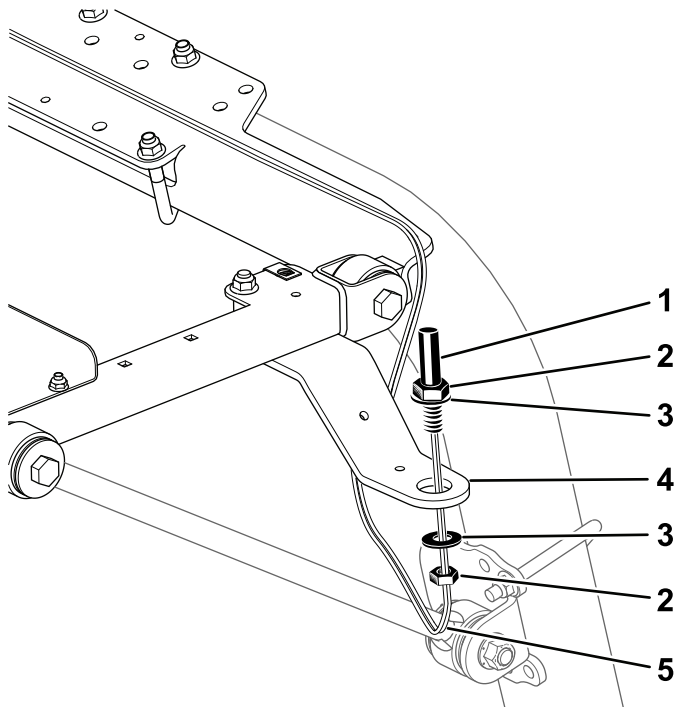

Bild 8
5. Bringen Sie die Rundumleuchtenfassung an der Halterung an, wie in Bild 8 abgebildet.